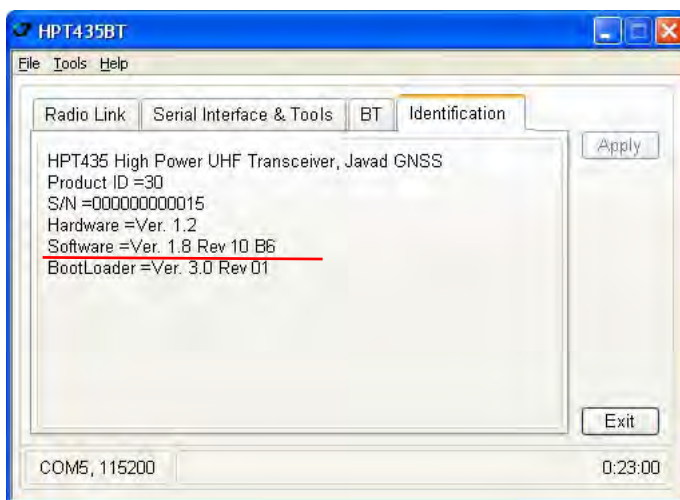

Рисунок 2-8. Зкладка Identification
- Откройте закладку *Identification* (Рис. 2-8).